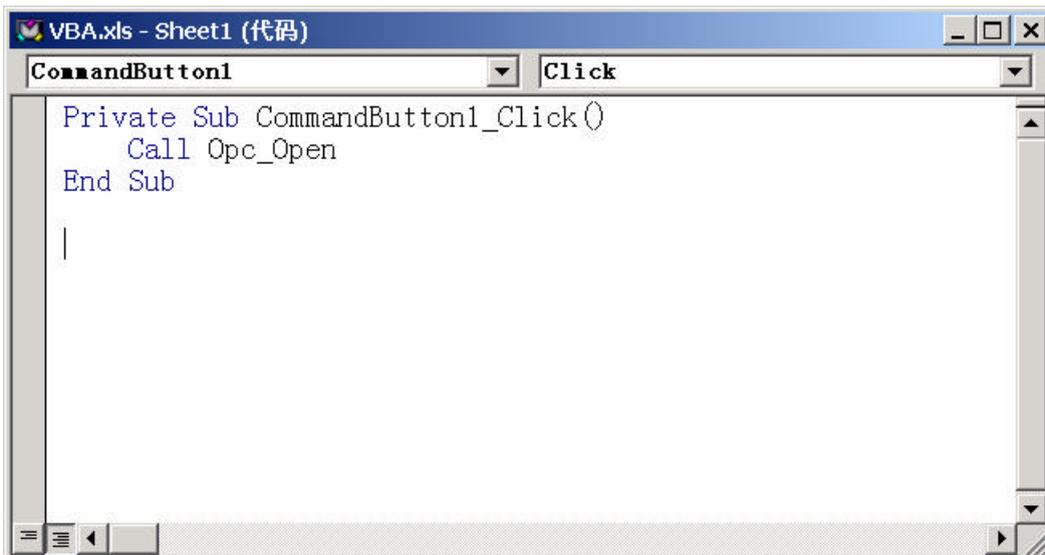

图 4-15 连接的调用子程序过程
- 4) 请用鼠标右按钮选择在2)的步骤配置的命令按钮，在显示的弹出式菜单内选择[查看代码]项目。Visual Basic 编辑器将被自动启动，随之单击命令按钮时过程CommandButton1_Click的雏形将自动生成。请在这个过程中记述 OPC_Open的过程处理代码（图4-15）。